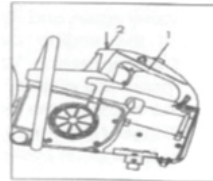

Fig. 8
4. Oprirea de urgență (ref. Fig. 8) În condiții normale, atunci când motorul este în repaus, mașina polizorul unghiular trebuie oprit. Dacă se produce totuși o defecțiune sau o urgență în timpul tăierii, puteți opri motorul imediat apăsând și menținând apăsat butonul de oprire de urgență (2) de la capătul frontal al mânerului din spate (1).